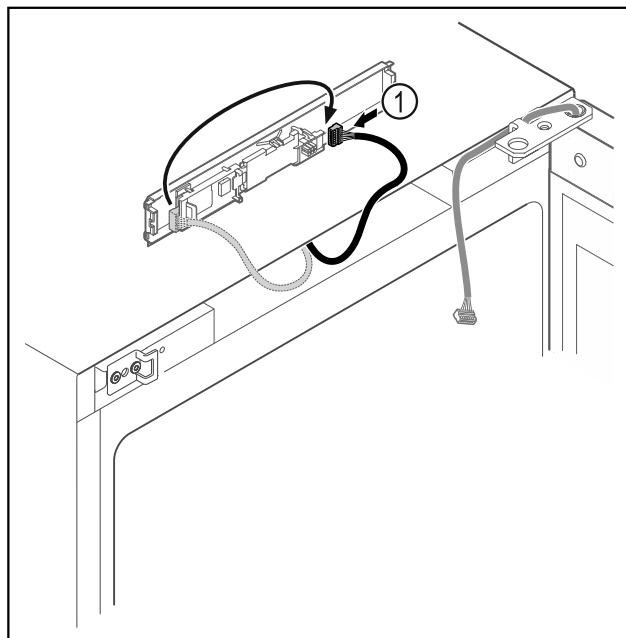

Fig. 17
- Wtyczkę Fig. 17 (1) należy ponownie podłączyć do płytki drukowanej.